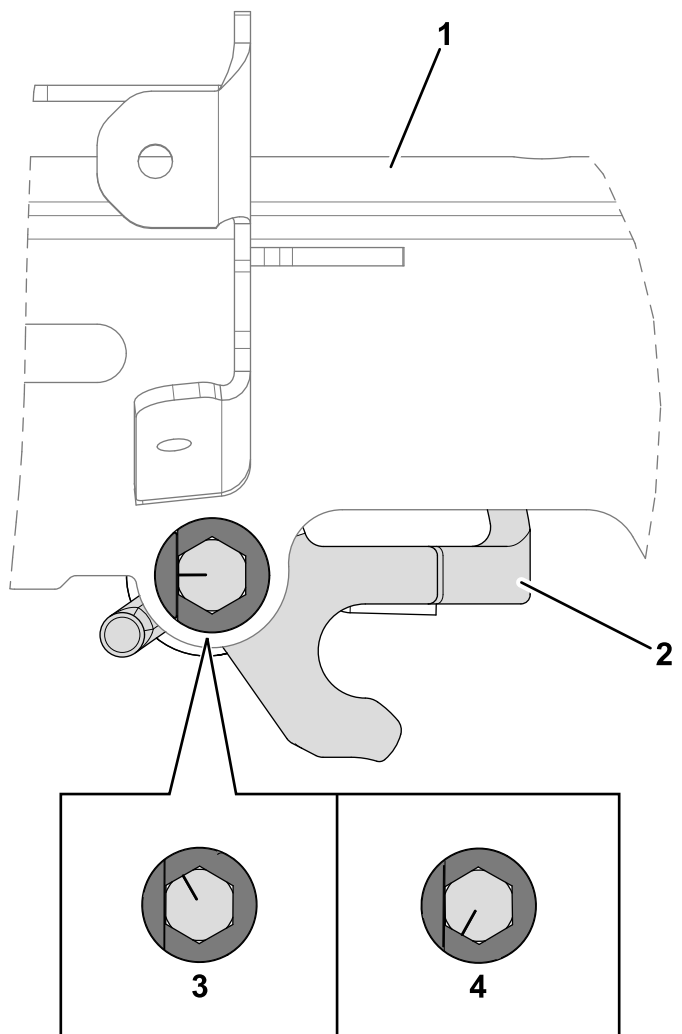

图 14
2. 顺时针或逆时针旋转螺栓以向内或向外调节手柄高度调节器的角度。如图 14 所示手柄高度调节器应与上接收器焊接件平行。